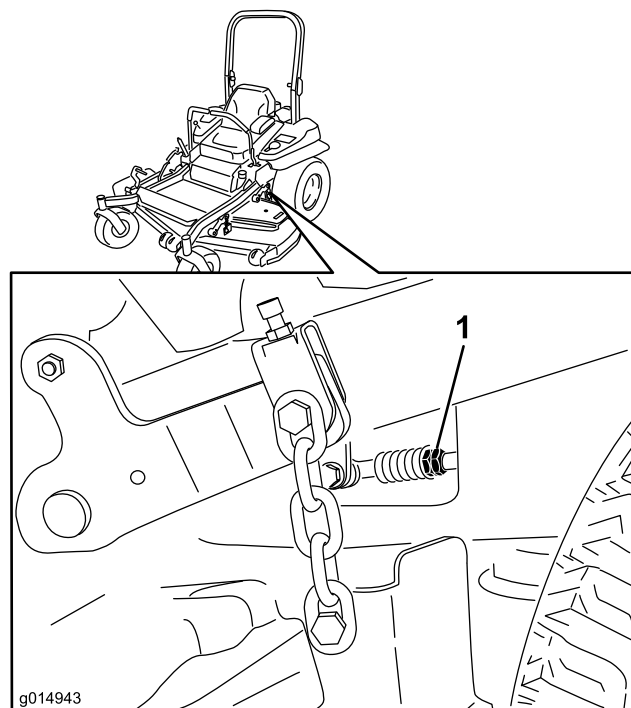

Figura 80
7. Ponga las palancas de control de movimiento en la posición de punto muerto. Ajuste la longitud de las varillas de control de las bombas girando las tuercas dobles de la varilla en el sentido apropiado, hasta que las ruedas se muevan ligeramente en marcha atrás (Figura 80). Mueva las palancas de control de movimiento a la posición de marcha atrás y, aplicando una ligera presión a la palanca, deje que los muelles de marcha atrás devuelvan las palancas a punto muerto. Las ruedas deben dejar de girar o moverse muy lentamente en marcha atrás.